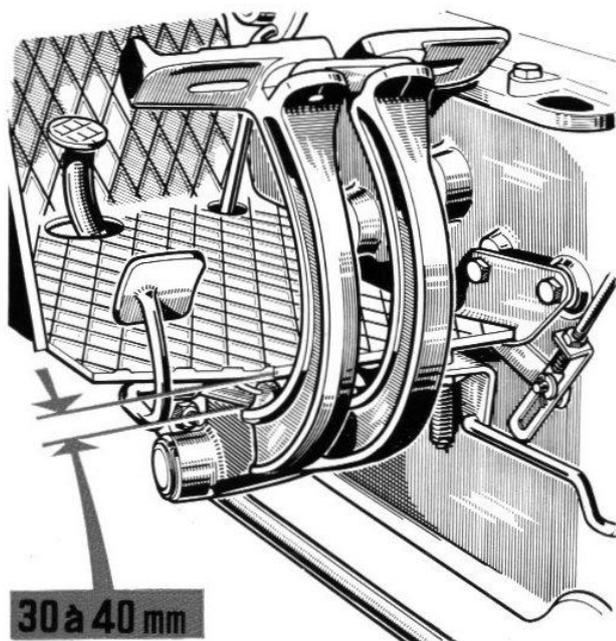

FIG. 103
- RÉGLAGE DES FREINS (Fig. 103)